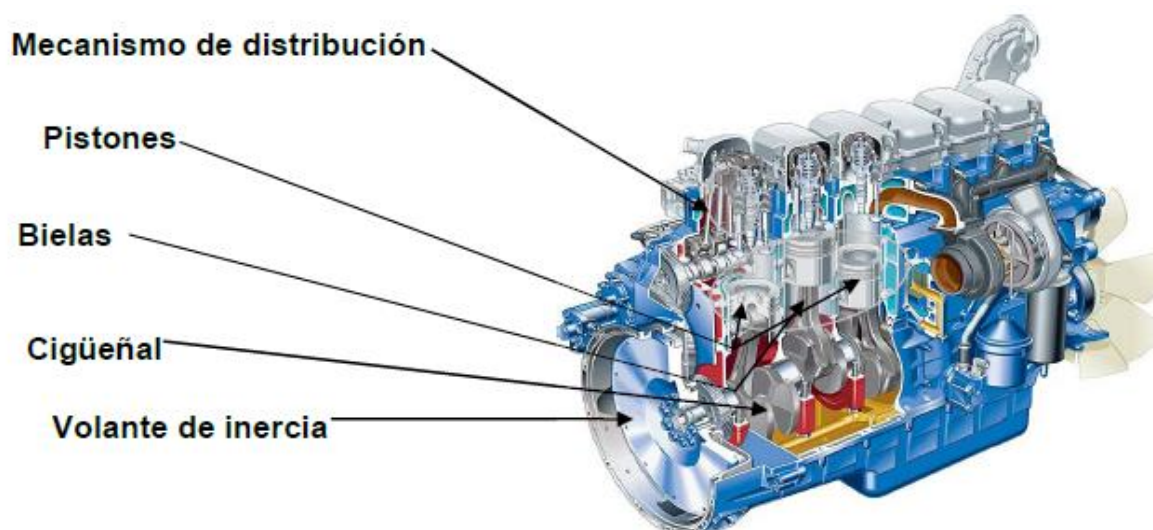

Figura 4. Elementos móviles de un motor
**ELEMENTOS MÓVILES.** Son aquellos encargados de transformar la energía del carburante en trabajo. Son los que podemos ver en la figura 4.